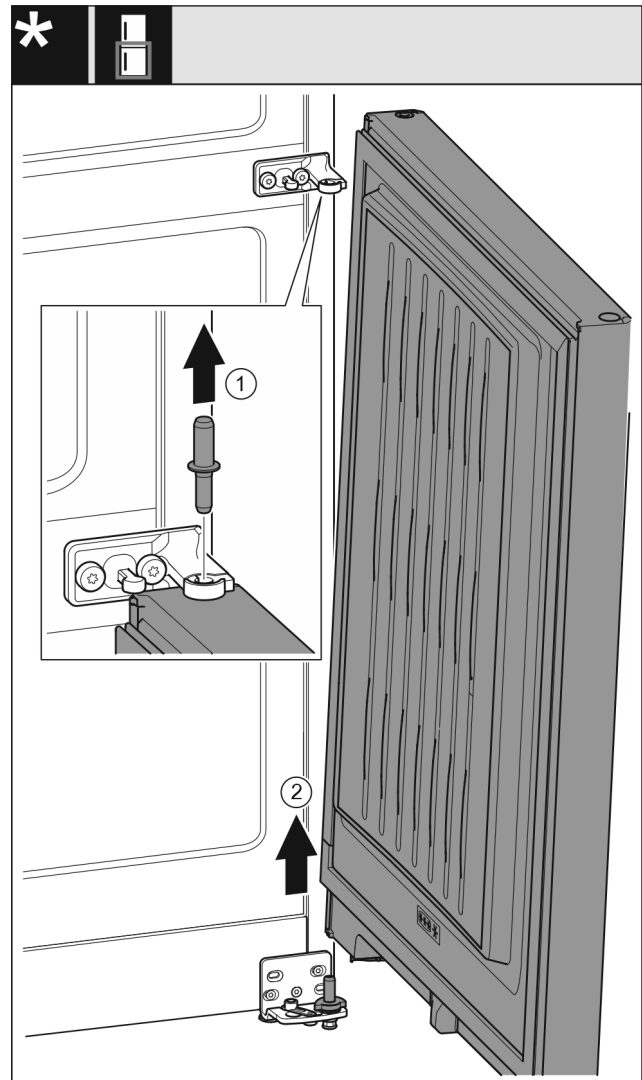

Fig. 11 Ohne Schließdämpfer
- ▶ Bolzen Fig. 11 (1) nach oben herausziehen.
- ▶ Tür Fig. 11 (2) Herausschwenken, nach oben ziehen und beiseitestellen.